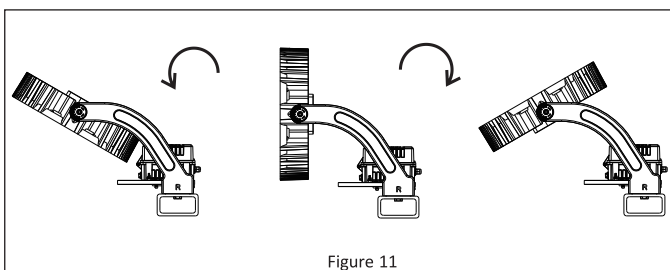

Figure 11
5. Le réseau de DEL peut maintenant être orienté pour obtenir la couverture lumineuse optimale. **Reportez-vous à la Figure 11.**